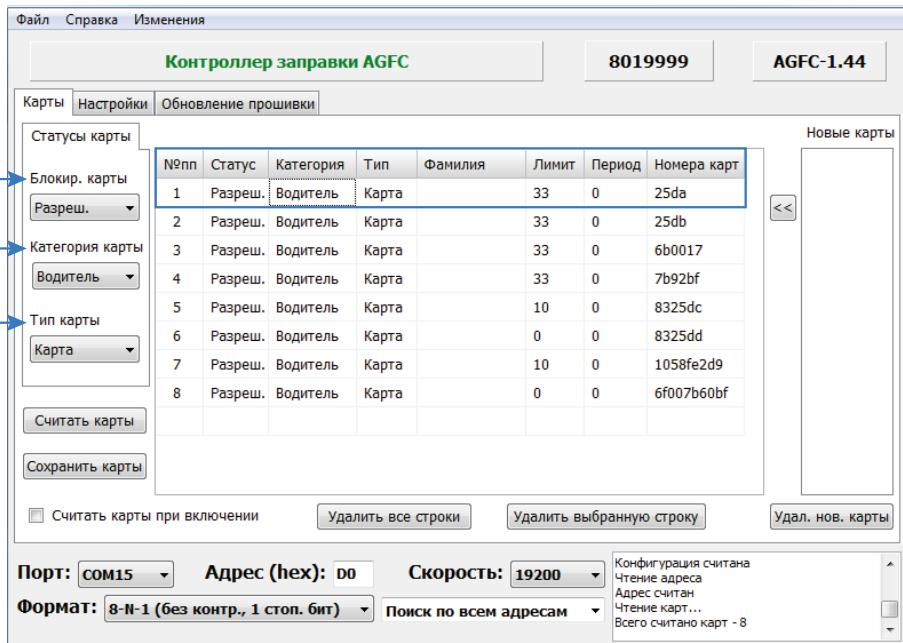

Рис.8. Настройка карты.
- **Статус** – статус карты: разрешена или заблокирована. Статус «Разрешена» разрешает использование карты для заправки. Статус «Запрещена» блокирует использование карты. При подключении карты со статусом «Запрещена» светодиод ТРК гаснет. Статус карты нужно выбрать в списке «Блокировка карты» (Рис.8, п.1).
- **Категория** – категория карты: Водитель или Заправщик. Карта водителя предназначена для включения и выключения топливного насоса. Карта заправщика предназначена для разрешения последующего подключения карты водителя для начала заправки в режиме выдачи топлива «Заправщик + водитель из списка», а также включения и выключения насоса в режиме «Заправщик». В режиме «Заправщик + водитель из списка» карта заправщика также может завершить текущую заправку. Категорию карты нужно выбрать в списке «Категория карты» (Рис.8, п.2).
- **Тип** – тип карты: Брелок или Карта. Карта с типом «Брелок» предназначена для кратковременного поднесения карты к передней панели ТРК «AGFC». Заправка начинается при первом прикладывании брелка к ТРК «AGFC» и завершается при повторном прикладывании. «Карта» предназначена для установки в картоприемник ТРК «AGFC». В этом случае заправка будет начинаться при установки карты в картоприемник и длиться, пока карта находится в картоприемнике. Карта заправщика всегда работает как Брелок, даже если в настройках ТРК для этой карты задан тип «Карта». Тип карты нужно выбрать в выпадающем списке «Тип карты» (Рис.8, п.3).